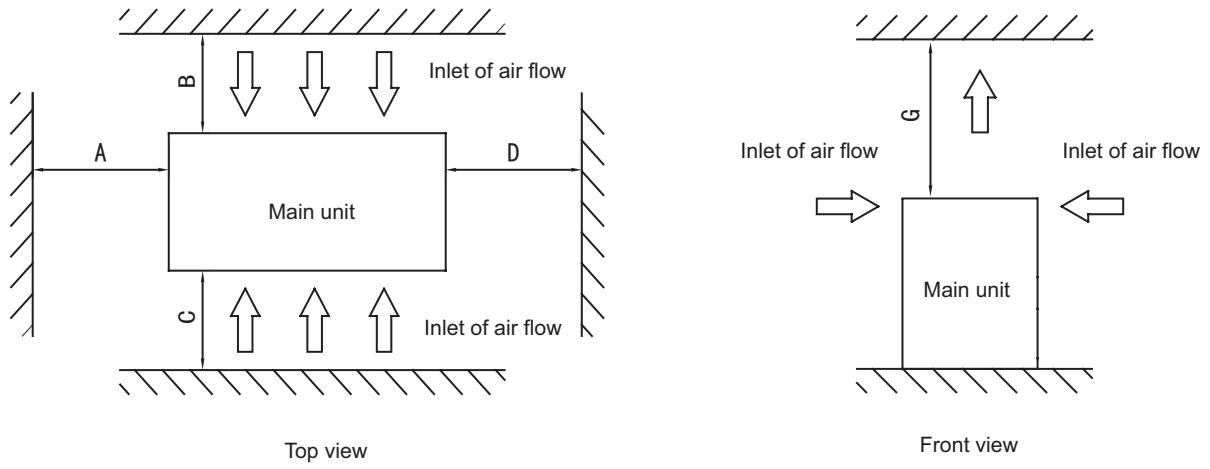
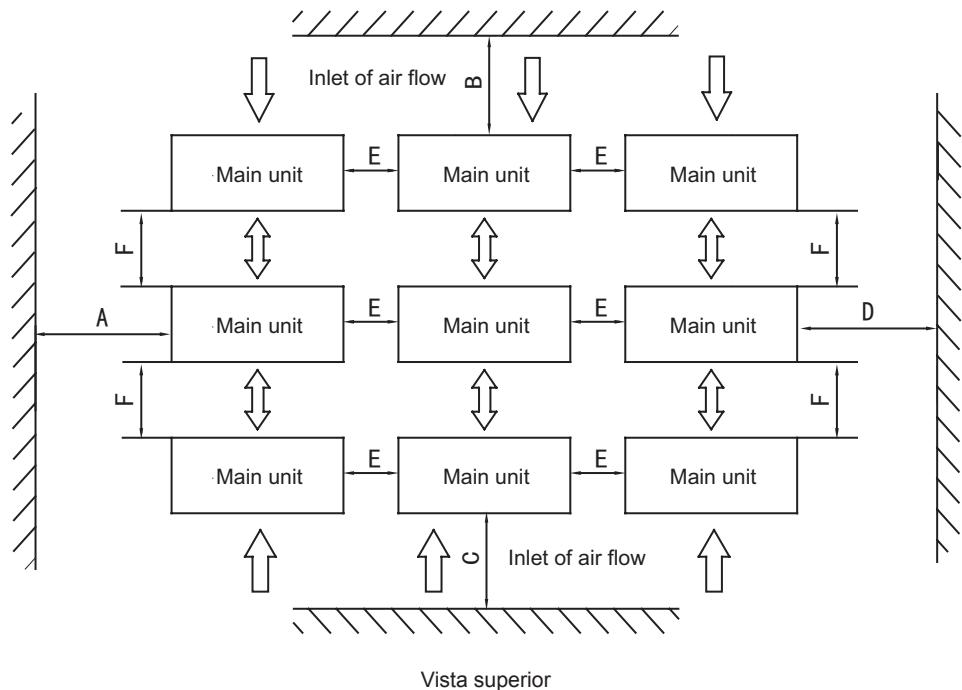

Fig. 6-4 Instalação da unidade individual
Fig. 6-5 Instalação de várias unidades
- d. Para evitar o refluxo de ar no condensador e falhas operacionais da unidade, a instalação paralela de várias unidades modulares pode seguir a direção e a distância apresentadas na Fig. 6-4, Fig. 6-5 e na Tabela 6-2.